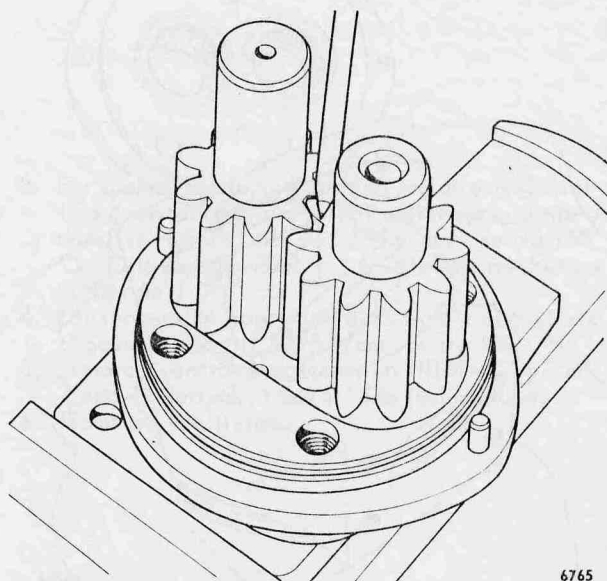

Fig 164. Märkning av kugghjul.
6. Märk kugghjulen med en färgpenna, se fig 164.
Om inte kugghjulen har bytts ut skall de monteras så att kuggarnas uppmärkning överensstämmer, se fig 164.